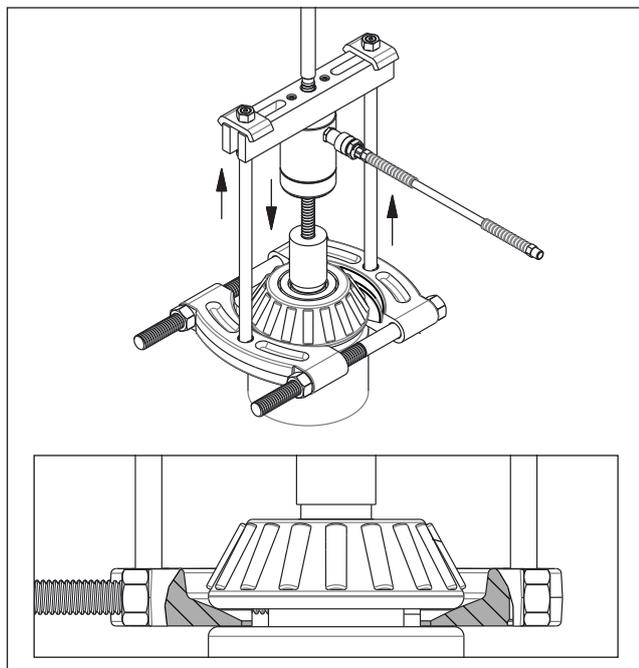

Figura 12, Anexo Separador de Rolamento - orientação "B" (típico)
No entanto, para aplicações onde o espaço de trabalho é especialmente limitado, pode ser necessário iniciar o processo de extração com o acessório instalado na orientação "B", conforme mostrado na Figura 12. Nesta orientação, o lado em *recesso* de cada separador metade é posicionado contra a peça a ser removido.
- Instale o extrator no rolamento a ser removido. Alinhe as pernas do extrator e garras do conjunto saca capa de rolamento. Veja a Figura 12.